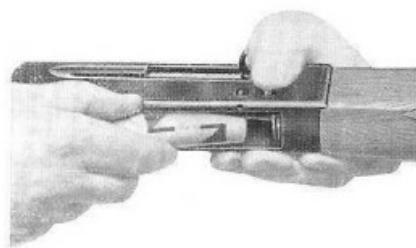

Fig. 3
- 3) Abbassare l'elevatore con l'orlo della cartuccia (fig. 3);